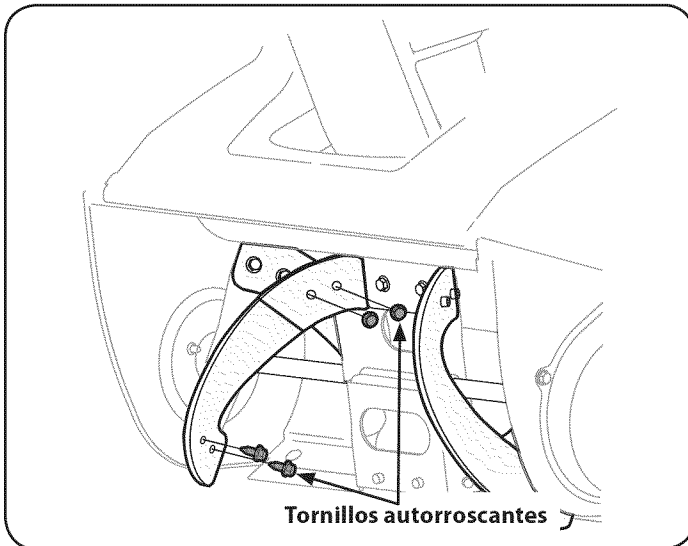

Figura 16
- Saque las paletas de caucho existentes desenroscando los tornillos autorroscantes que las unen a la barrena. Vea la Figura 16.